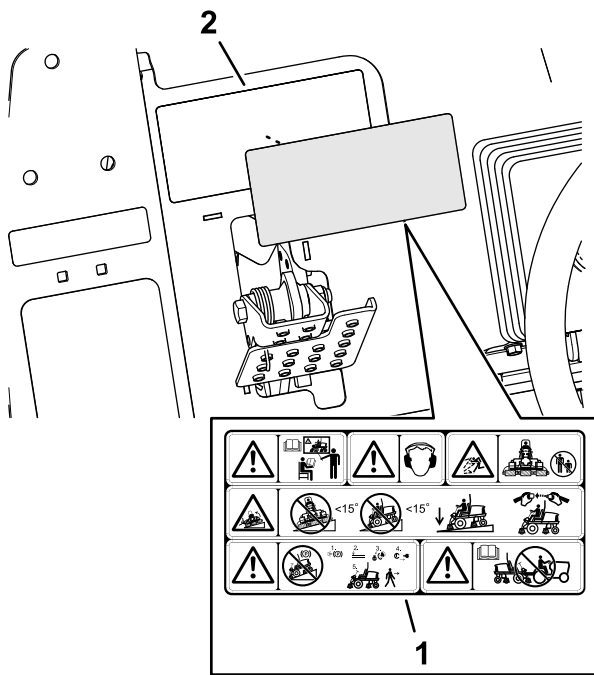

Figura 36
1. Utilize álcool e um pano limpo para limpar a superfície do autocolante de aviso 133-2930, e deixe o autocolante secar (Figura 36).